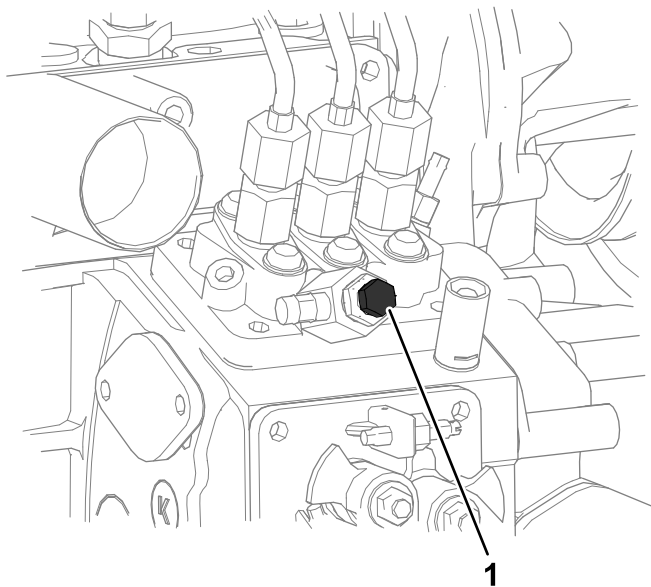

Bild 90
4. Öffnen Sie die Entlüftungsschraube an der Kraftstoffeinspritzpumpe (Bild 90).